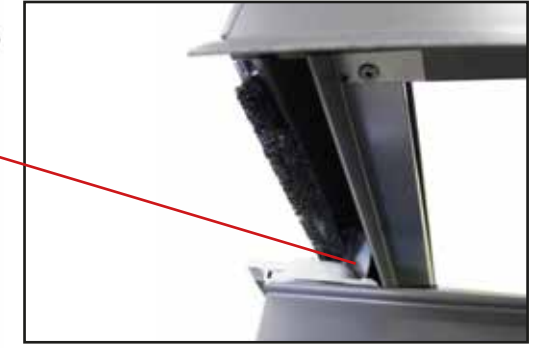

Abb.11 (1x li ./ re.)
11. Rollladen auf Dachfenster auflegen. Zunächst untere Führungs- und Gleitschiene in Gleitlager unten einfädeln, siehe **Abb. 11**. Die Schiene weist hierfür kleine Aussparungen auf. Anschließend Rollladen aufklappen und in obere Montagekonsole einführen. Dabei biegsame Welle durch vorgebohrtes Loch nach innen führen.